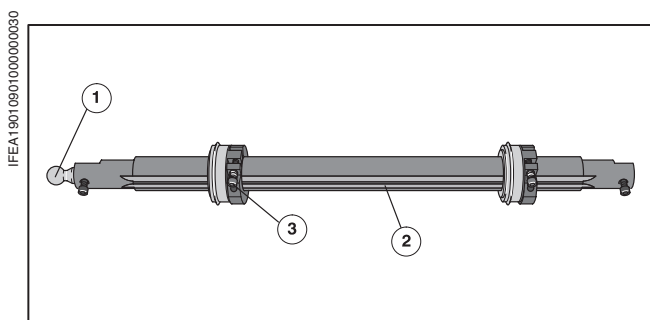

Рис. 4 Монтаж держателя перфорационного ножа
Держатель перфорационного ножа надевается на вал перфоратора вне машины. Шарообразный конец вала перфоратора (Рис. 4/❶) располагается со стороны привода.
- ❶ Вал перфоратора положить на подходящую основу, одну сторону поднять и надеть держатель перфорационного ножа на вал.
- ❷ Закрепить держатель перфорационного ножа фиксирующим винтом (Рис. 4/❸) в нижнем пазу (= позиция отвода, Рис. 4/❷). Фиксирующий винт закрепить шестигранным гаечным ключом.